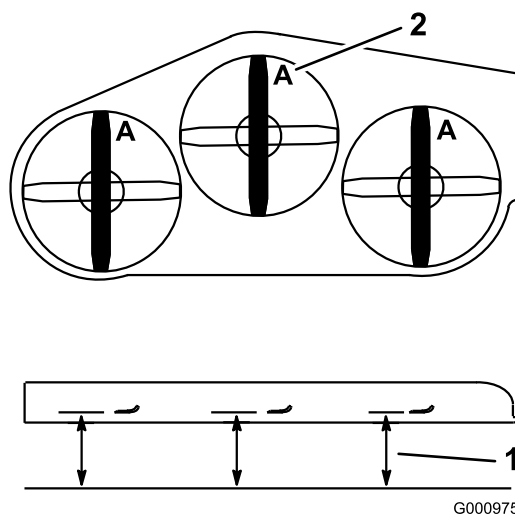

Figura 96
3. Con la máquina ubicada en una superficie nivelada, coloque una cuchilla en posición longitudinal. Mida en la posición **A** y desde una superficie nivelada hasta el filo de corte de los extremos de la cuchilla (Figura 96).